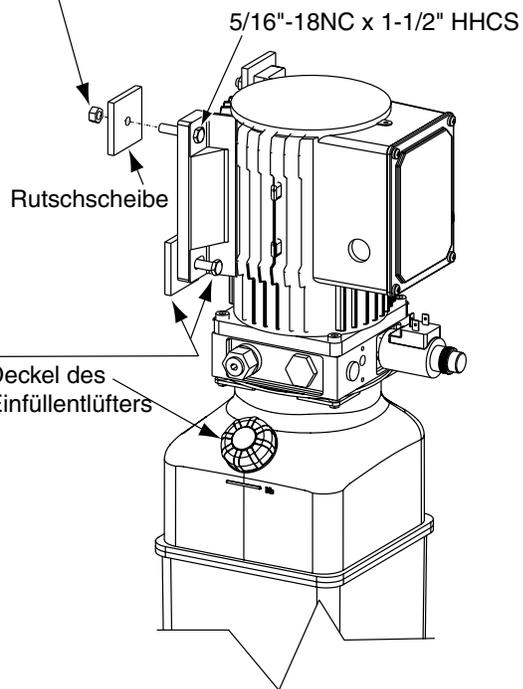
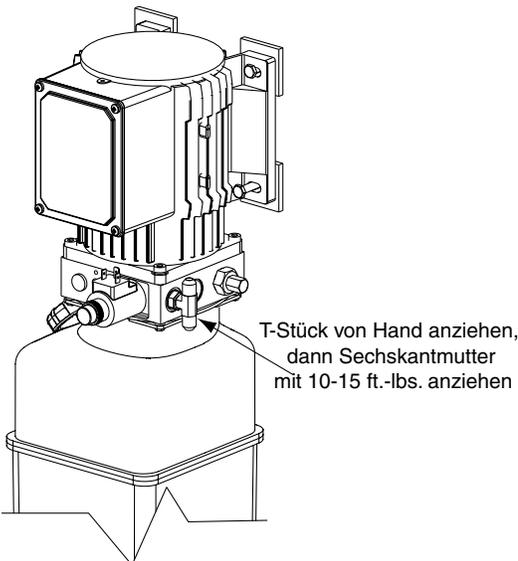

Abb. 7
Abb. 8
**8. Stromversorgungseinheit E-Serie:** (4) 5/16"-18NC x 1 - 1/2" HHCS in die Löcher in der Halterung der Stromversorgungseinheit einsetzen (Abb. 7). Rutschscheiben und Sicherheitsmutter gemäß Abb. 7 an den Schrauben befestigen. Den T-Abzweig montieren und manuell anziehen und Öl pumpen bis der O-Ring an der richtigen Stelle fixiert ist (Abb. 8). Dann die Sicherheitsmutter weiter mit max. 13,5 – 20,3 Nm (10 – 15 ft.-lbs) anziehen oder bis die Mutter und Sicherungsscheibe gegen den Pumpenverteiler anschlagen.